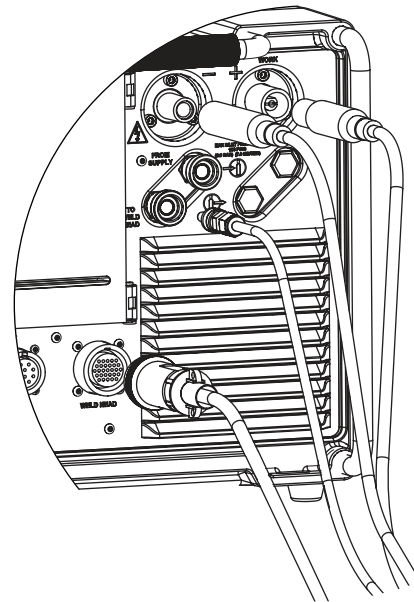

Abb. 8: Anschließen der Schweißkopfeinheit an das Netzteil
1. Die Kerbe auf dem Viertelumdrehungsstecker für den Schweißkopf mit der kleinen Lasche in dem mit WELD HEAD markierten Anschluss am Netzteil M200 (Abb. 8) ausrichten und den Stecker einstecken. Den Stecker zur Befestigung um eine Vierteldrehung im Uhrzeigersinn drehen. Der Anschluss rastet hörbar ein. Dieser Anschluss ist für die Steuerungssignale zum Antrieb des Schweißkopfs.